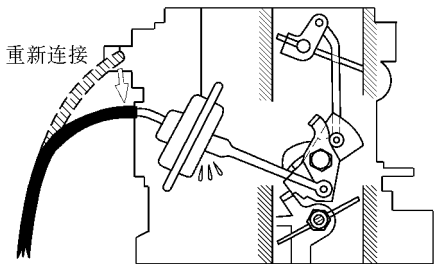

图 2-51 重新连接好软管，
3) 重新连接好软管，检查阻风门连接杆是否不动，关闭发动机，如图 2-51 所示。